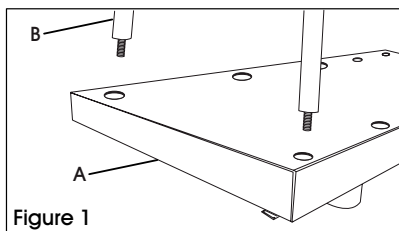

Figure 1
1. Insert carton dividers (B) into holes along edge of platform (A). (See Figure 1)
1. Insérez les séparateurs de cartons (B) dans les trous au bord de la plateforme (A). (Voir Figure 1)